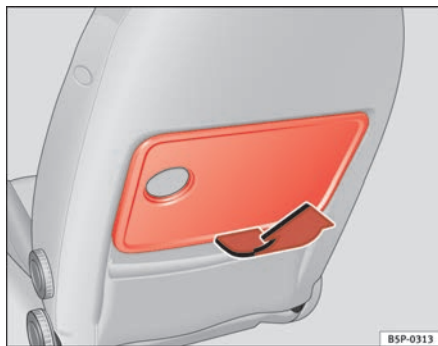

Fig. 97 Mesita plegable del asiento delantero izquierdo
- Para utilizar la mesita levántela hacia arriba en la dirección de la flecha ⇒ fig. 97.